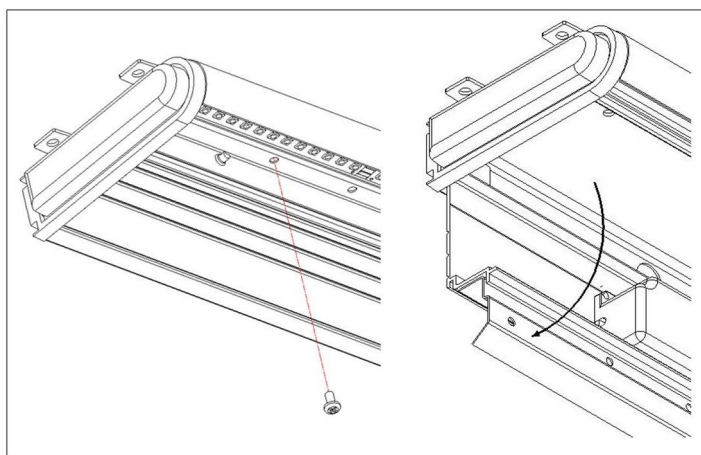

Figure 4
3. Ouvrir le couvercle de câblage en retirant les vis qui passent dans le plateau de la DEL. Voir la figure 4. Faire pivoter doucement le couvercle de câblage vers le bas jusqu'à ce qu'il pende de sa charnière arrière.